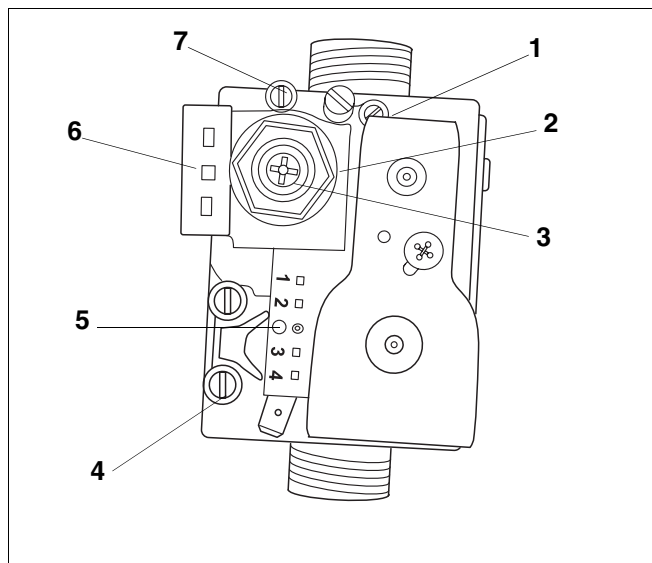

Fig. 23 Armătură de gaz SIT
- Se rotește șurubul de reglare pentru sarcină mare (fig. 23 la pagina 26) cu cca. 3 rotații în sens contrar acelor de ceasornic (numai la schimbarea de la gaz lichefiat la gaz natural).
- După cca. 2,5 min (sfârșitul treptei lente) se rotește încet potențiometrul "putere de încălzire max." spre direcția maxim, observând în acest timp presiunea duzei și, după atingerea necesarului de căldură maxim, se reglează sarcina mare de la șurubul de reglaj conform documentației (fig. 23 la pagina 26).
- Se rotește șurubul de reglaj sarcină mare (fig. 23 la pagina 26) cu cca. 7 rotații în sens contrar acelor de ceasornic.
- Se înșurubează șurubul de reglaj sarcină mare (fig. 23 la pagina 26) în sensul acelor de ceasornic până la opritor.
- Se racordează manometrul la niplul de măsurare a supapei de gaz tip combi (fig. 23, poz. 7).
- Se compară presiunea de la manometru cu cea din tabelul cu presiunile din duze (tab. 4 și tab. 5) și, dacă este necesar, se corectează cu regulatorul pentru sarcină mare (fig. 23, poz. 2).
- Se reglează potențiometrul "putere de încălzire max." (fig. 21, poz. 2 la pag. 20) la putere minimă cu regulatorul pentru sarcină mică (în sens contrar acelor de ceasornic până la opritor) (fig. 23, poz. 3).
Legendă la fig. 23: